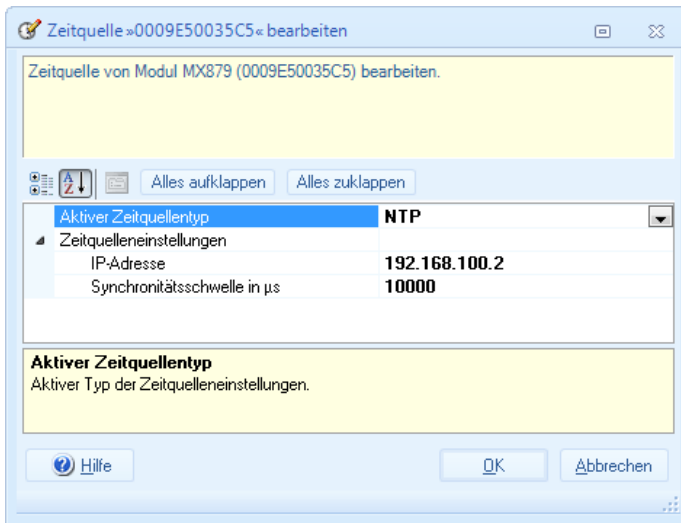

Abb. 7.13 Dialog **Zeitquelle bearbeiten**
- Wählen Sie **NTP** bei **Aktiver Zeitquellentyp** aus (Abb. 7.13).